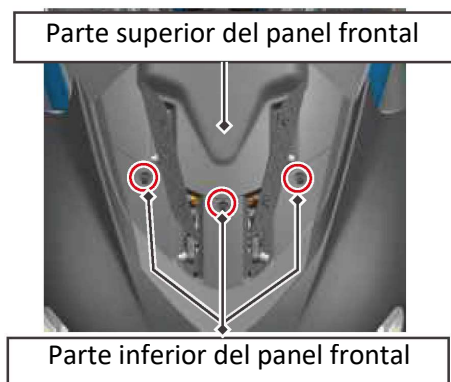

Figura 2
2. Retire la cubierta del escudo frontal (la Figura 2 muestra las garras de fijación).